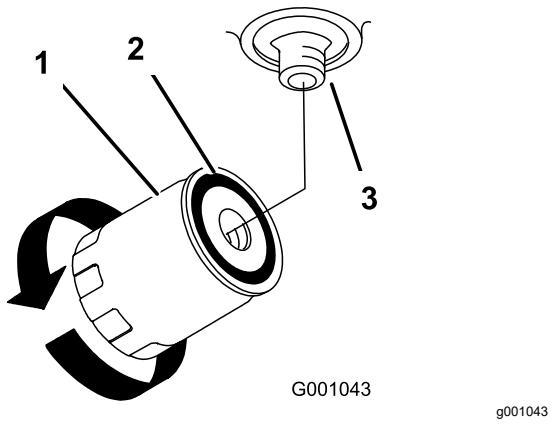

Figura 43
- Localice el filtro debajo de la base del motor y coloque un recipiente de vaciado debajo del filtro (Figura 43).
- Retire el filtro usado y límpie con un paño la superficie de la junta del adaptador del filtro (Figura 43).
- Cuando el filtro hidráulico esté lleno, gire el filtro en sentido horario hasta que la junta de goma entre en contacto con el adaptador del filtro, luego apriete el filtro $\frac{1}{2}$ vuelta más (Figura 43).